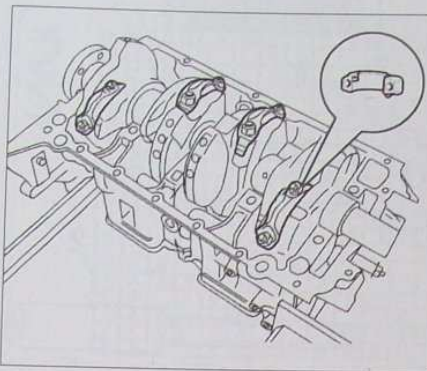

FIG. 57
- monter les chapeaux de bielles munis de leurs demi-coussinets huilés en alignant leurs ergots avec ceux des bielles (Fig.57).